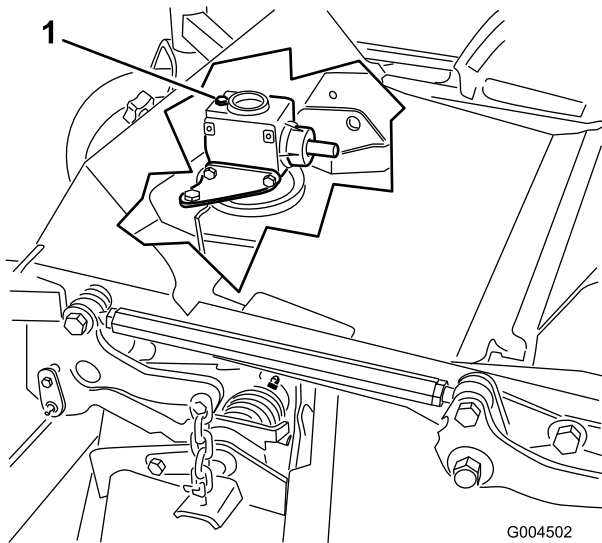

Figure 44
6. Retirez la jauge/le bouchon de remplissage du haut du boîtier d'engrenages (Figure 44) et vérifiez que le niveau de lubrifiant se situe entre les repères de la jauge.
6. Retirez la jauge/le bouchon de remplissage du haut du boîtier d'engrenages (Figure 44).